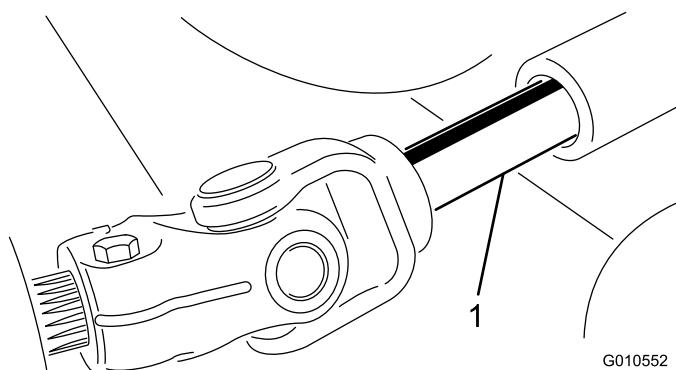

図 27
5. PTO シャフトのオスメスの接続部分を解除して、カッティングユニットをトラクションユニットから引き出す（図 27）。
- オスの PT0 シャフトとメスの PT0 シャフトを接続する (図 27)。